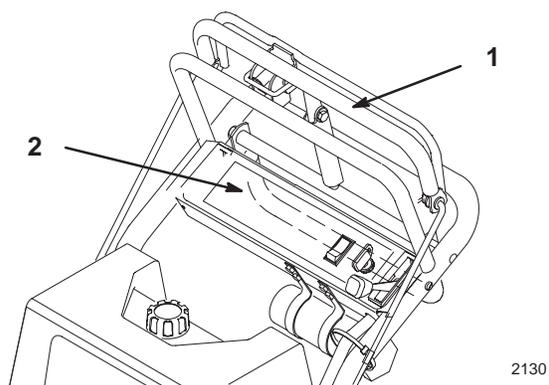

Figure 14
3. Appuyer doucement sur la barre de commande supérieure pour avancer en marche avant (Fig. 14).
Pour aller tout droit, exercer une pression égale aux deux extrémités de la barre de commande supérieure (Fig. 14).
Pour tourner, relâcher la pression sur la barre de commande supérieure du côté opposé à la direction souhaitée (Fig. 14).
3. Tirer doucement sur la barre de commande inférieure pour reculer en marche arrière (Fig. 14).
Pour aller tout droit, exercer une pression égale aux deux extrémités de la barre de commande inférieure (Fig. 14).
Pour tourner, relâcher la traction sur la barre de commande inférieure du côté où l'on veut tourner (Fig. 14).